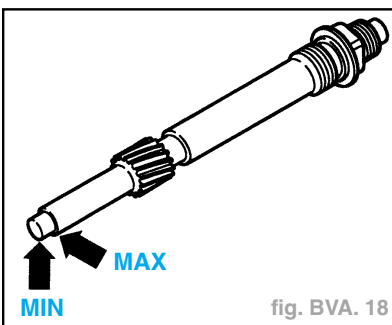

fig. BVA. 18
- Le niveau de l'huile de la transmission doit arriver entre **MIN. / MAX.** (fig. BVA. 18)